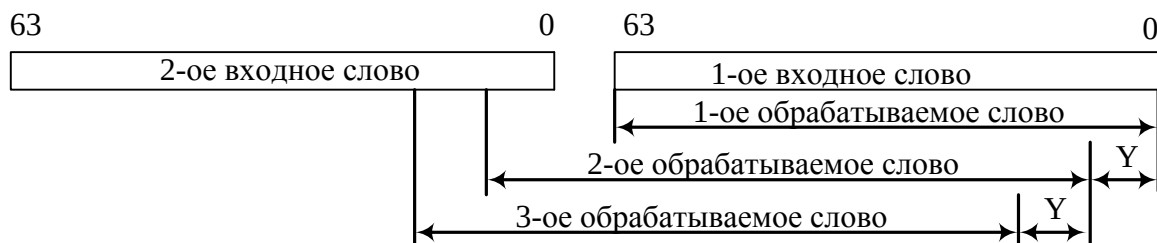

Рисунок 4.11. Получение слов для обработки из входного потока данных
- Y – шаг, на который надо сдвинуть входной поток, для получения очередного слова для дальнейшей обработки. Более подробное объяснение данного параметра показано на рисунке ниже (см. Рисунок 4.11).